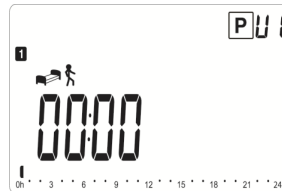

Fig. 21
- 4) premere il tasto (OK) per almeno 1 secondo;
- 5) premere (OK) per validare la scelta; comparirà la schermata in Fig. 21.